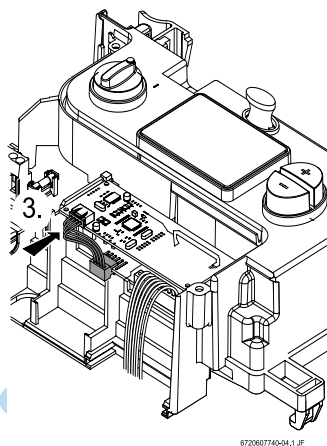

Fig. 6 *Chiudere il coperchio del vano di controllo*
- Collegare l'altra estremità del cablaggio PCB come nella Fig. 6.